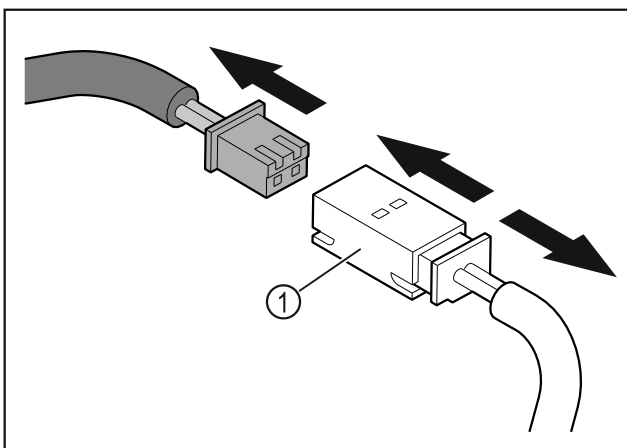

Fig. 13
- ▶ Irrota pistoke ja pistokekytkentä Fig. 13 (1).